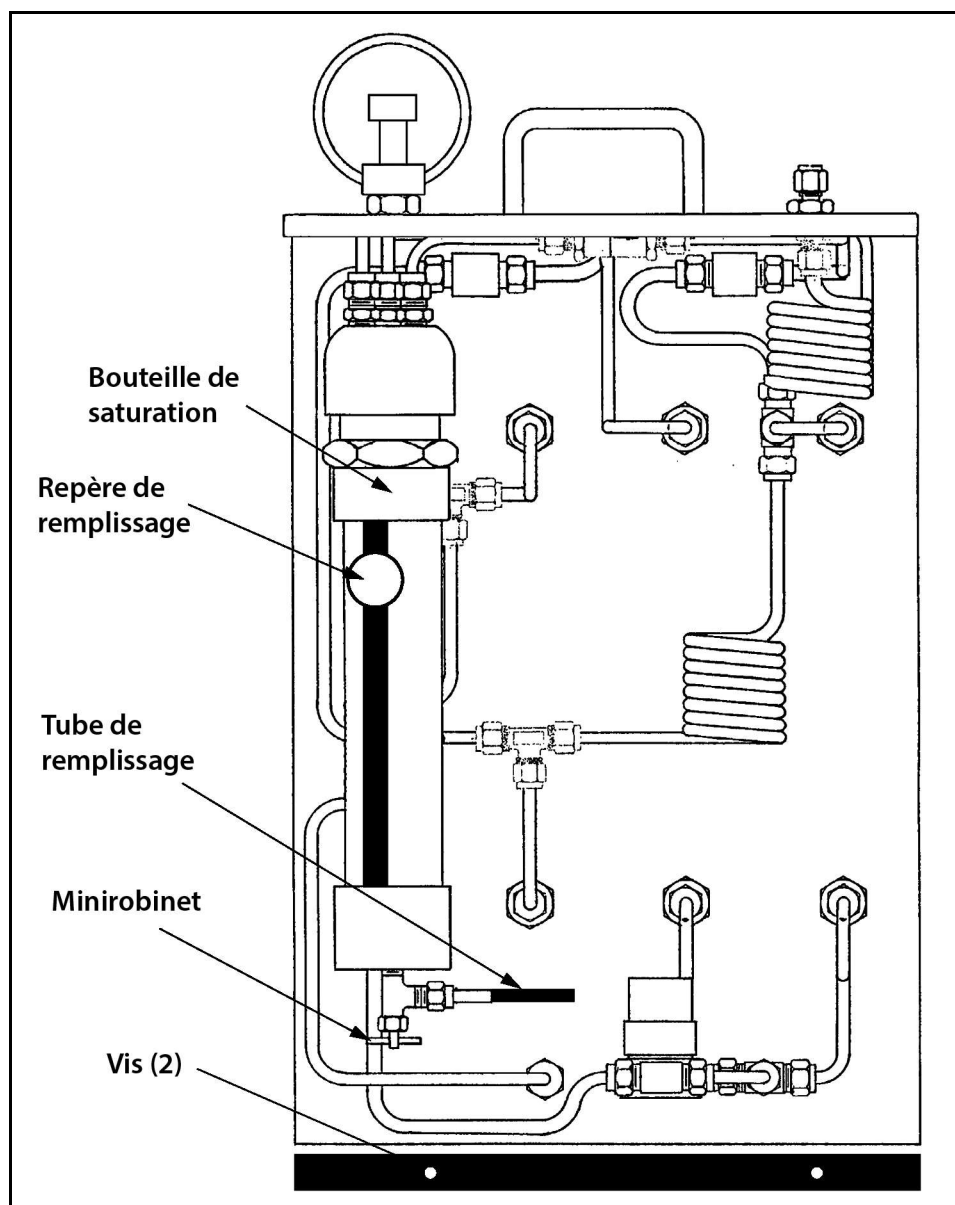

Figure 2: Vue de l'arrière du MG-101 avec le panneau retiré
1. Retirez le panneau arrière en enlevant les deux petites vis en bas (voir *Figure 2* ci-dessous).
2. Remplissez d'eau distillée (non désionisée) le flacon compressible en plastique fourni et raccordez-le au tube de remplissage en bas de la bouteille de saturation (voir *Figure 2* ci-dessous). Cette section de tube en plastique doit rester fixer en permanence au raccord en bas de la bouteille de saturation.
5. À l'aide du flacon compressible, remplissez la bouteille de saturation jusqu'à ce que le niveau d'eau atteigne le repère de remplissage sur la bouteille (voir *Figure 2*, page 5).